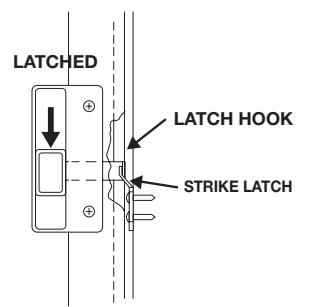

Fig. 8
- C. Attach strike latch to frame jamb and test latch engagement by sliding handle latch bar downward. **(Fig. 8)**
C. Fija el gancho del pestillo a la jamba del marco de la puerta y prueba el enganche del pestillo deslizando la barra del pestillo de la manija hacia abajo. (Fig. 8)